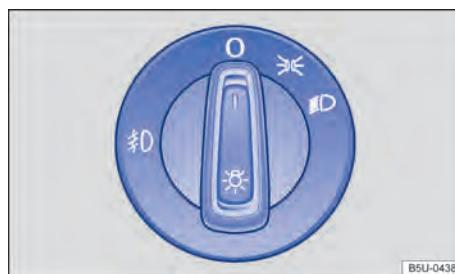

Fig. 63 Ao lado do volante: interruptor de luzes.
- **Ligar o farol de neblina** »: puxe o interruptor das luzes para fora → Fig. 63, até a primeira ranhura. A luz de controle » se acende no interruptor na cor verde.